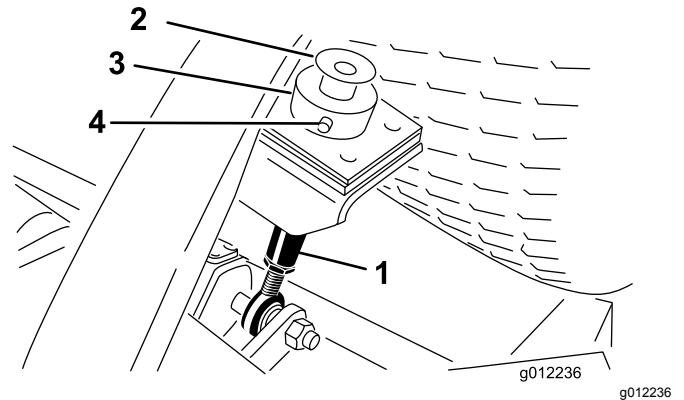

Bild 21
2. Nehmen Sie die Schraube und die Scheibe ab, die oben an jeder Schnitthöhenstange befestigt ist (Bild 21).
3. Nehmen Sie den Lastösenbolzen und den Splint ab, mit denen der Schnitthöhenstellring hinten am Mähwerk an der Schnitthöhenstange befestigt ist (Bild 21). Nehmen Sie den Schnitthöhenstellring ab.